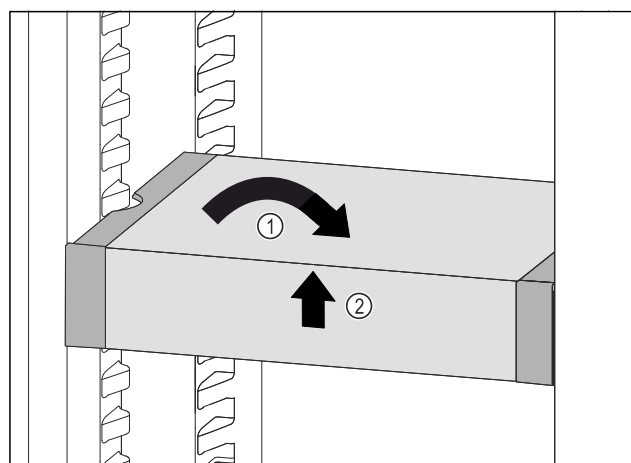

Fig. 190
- Novietojiet taisni VarioSafe. Fig. 190 (1)
- Paceliet priekšā VarioSafe. Fig. 190 (2)